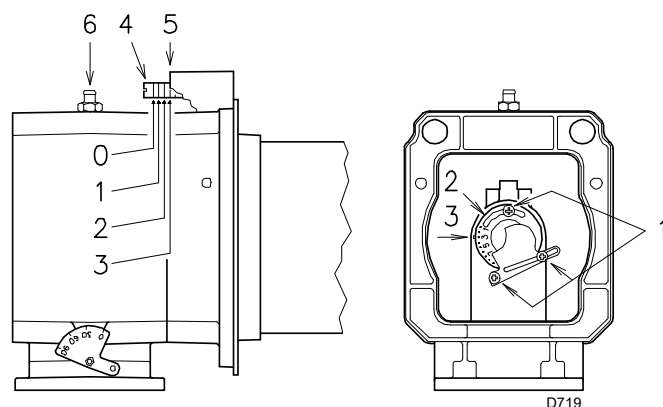
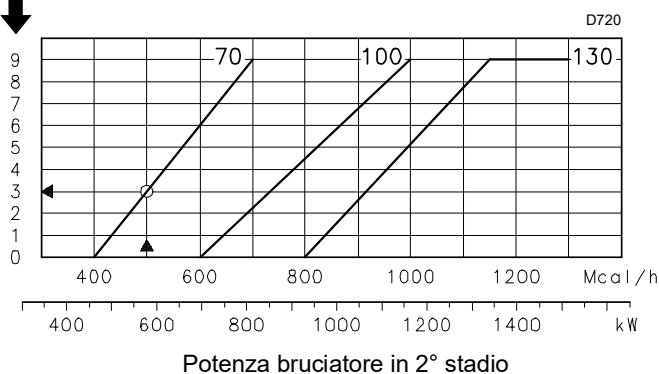

Fig. 15
Fig. 16
Trovare nel diagramma (Fig. 16) la tacca alla quale regolare sia aria che gas/aria centrale.
- Ruotare la vite 4)(Fig. 15) fino a far collimare la tacca trovata con il piano anteriore 5) della flangia.
Per facilitare la regolazione, allentare la vite 6)(Fig. 15), regolare e poi bloccare.
- Allentare le viti 1)(Fig. 15) e ruotare la ghiera 2) fino a far collimare la tacca trovata con l'indice 3).
Dal diagramma (Fig. 16) risulta che per questa potenzialità le regolazioni del gas e dell'aria vanno effettuate sulla tacca 3.
Ghiera del gas 2)(Fig. 15 a pag. 18) regolata come diagramma (Fig. 16 a pag. 18).